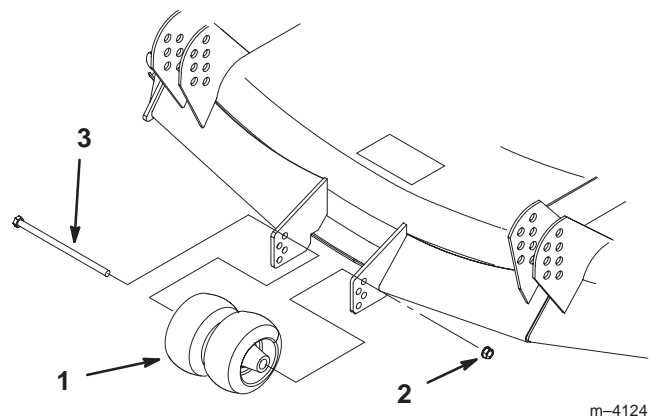

Figure 16
1. Lorsque la hauteur de coupe est réglée, enlevez le boulon et l'écrou (Fig. 16).
2. Choisissez le trou requis pour que la roue de jauge soit à 9,5 mm du sol pour la hauteur de coupe utilisée (Fig. 16).
3. Remettez le boulon et l'écrou (Fig. 16).